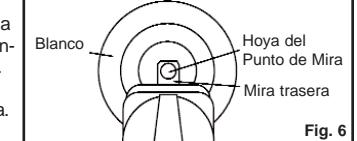

Fig. 6
- La pistola de aire suave está apuntada correctamente cuando la hoja de la mira delantera está posicionada exactamente en la ranura de la mira trasera. La parte superior de la hoja de la mira delantera debe estar nivelada con la parte superior de la muesca de la mira trasera. La diana debe verse como si descansara encima de la mira delantera (Fig 6).